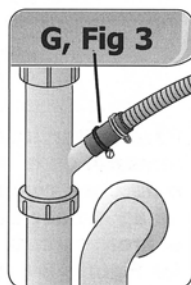

Figura 14
- Use las abrazaderas de la manguera y la manguera de caucho para conexión (Figura 3) para conectar la manguera de drenaje al lavatorio, triturador o espacio de aire (Figura 14).